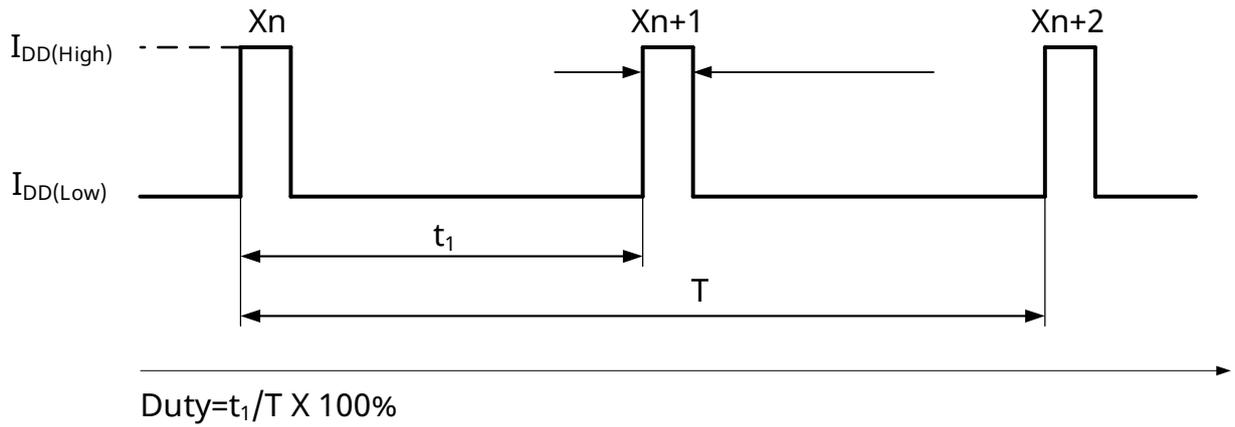

图9 占空比定义
(2) 仅背磁, 无齿轮或者齿轮静止状态下, 通过外侧2个霍尔感应点之间的磁场差值
(3) 仅背磁, 无齿轮或者齿轮静止状态下, 中间霍尔感应点的磁场值与外侧2个霍尔感应点磁场值的平均值之间的差值
(4) 消除背磁偏差后, 在齿轮或者磁环转动情况下通过外侧2个霍尔感应点之间的磁场差值
(5) 随工作电压增加, 电流变化量与供电增加量的比值
(6) 3个输出脉冲计算占空比, 具体定义参考图9